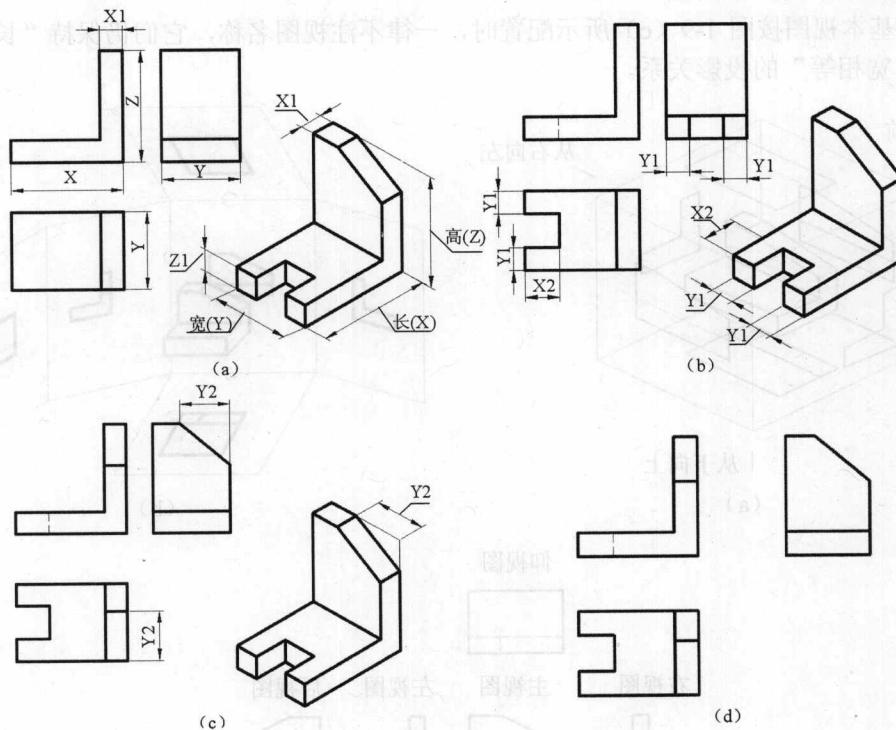

图 1-8 三视图的画法
(1) 画 L 形弯板轮廓的三视图 先画弯板具有形状特征 L 形的主视图，再按投影关系画出左、俯视图，如图 1-8 (a) 所示。
(2) 画方槽的三面投影 先画反映方槽形状特征的俯视图，再按长对正、宽相等的投影关系画出主视图的虚线和左视图中的图形，如图 1-8 (b) 所示。
(3) 画右部切角的三面投影 先画反映形状特征的左视图，再按高平齐、宽相等的投影关系分别画出主视图的俯视图的图形，如图 1-8 (c) 所示。
(4) 检查无误，擦去作图线，描深三视图的图线，如图 1-8 (d) 所示。